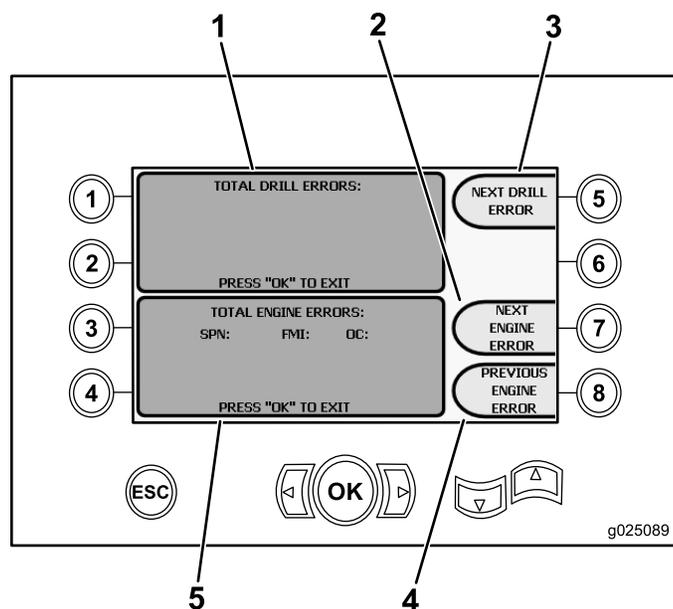

Рисунок 16
- Кнопка 3 – считывание кодов ошибок (Рисунок 16)
Если на экране отображается более одной ошибки, возникшей при бурении или связанной с двигателем, нажмите кнопку 5, чтобы перейти к следующей ошибке, возникшей при бурении, кнопку 7, чтобы перейти к следующей ошибке, связанной с двигателем, или кнопку 8, чтобы перейти к предыдущей ошибке, связанной с двигателем (Рисунок 16).
**Примечание:** Если нет ошибок, возникших при бурении или связанных с двигателем, нажмите кнопку ОК для выхода с этого экрана (Рисунок 16).